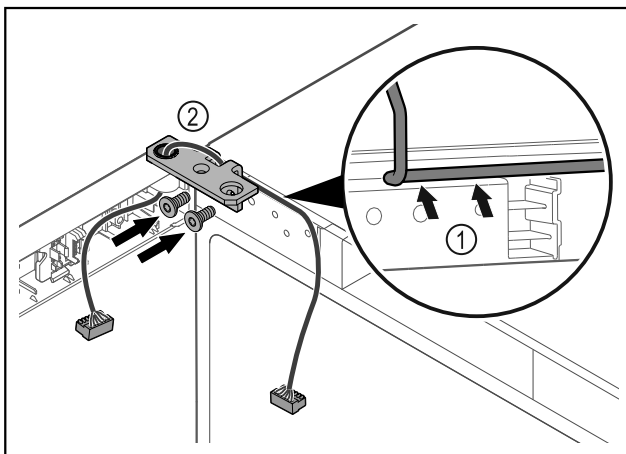

Fig. 62
- Кабель провести через виїмку шарнірного кутика і обережно прокласти Fig. 62 (1).
- Накрутити шарнірний кутик Fig. 62 (2).